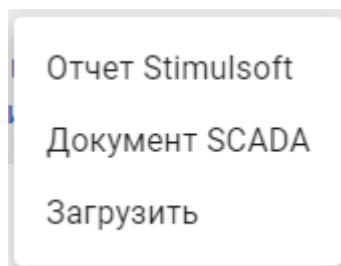

Рисунок 53 — Меню создания нового файла.
3. Создание новых файлов (рисунок 53). Предоставляются следующие возможности: